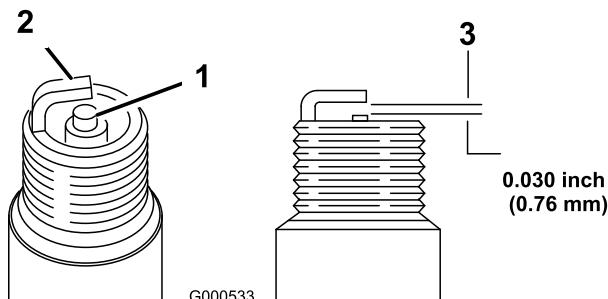

Figura 32
- Controllate il centro della candela (Figura 32). Se l'isolatore è marrone chiaro o grigio, il motore funziona correttamente. Una patina nera sull'isolatore significa in genere che il filtro dell'aria è sporco.
- Controllate la distanza tra gli elettrodi centrale e laterale (Figura 32). Se la distanza non è esatta, piegare l'elettrodo laterale (Figura 32).